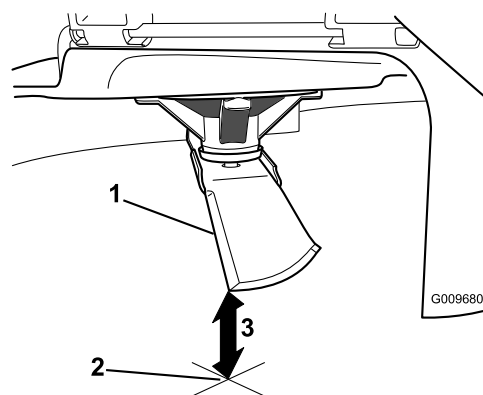

Figure 55
3. Mesurez la distance entre la pointe de la lame et la surface plane (Figure 55).